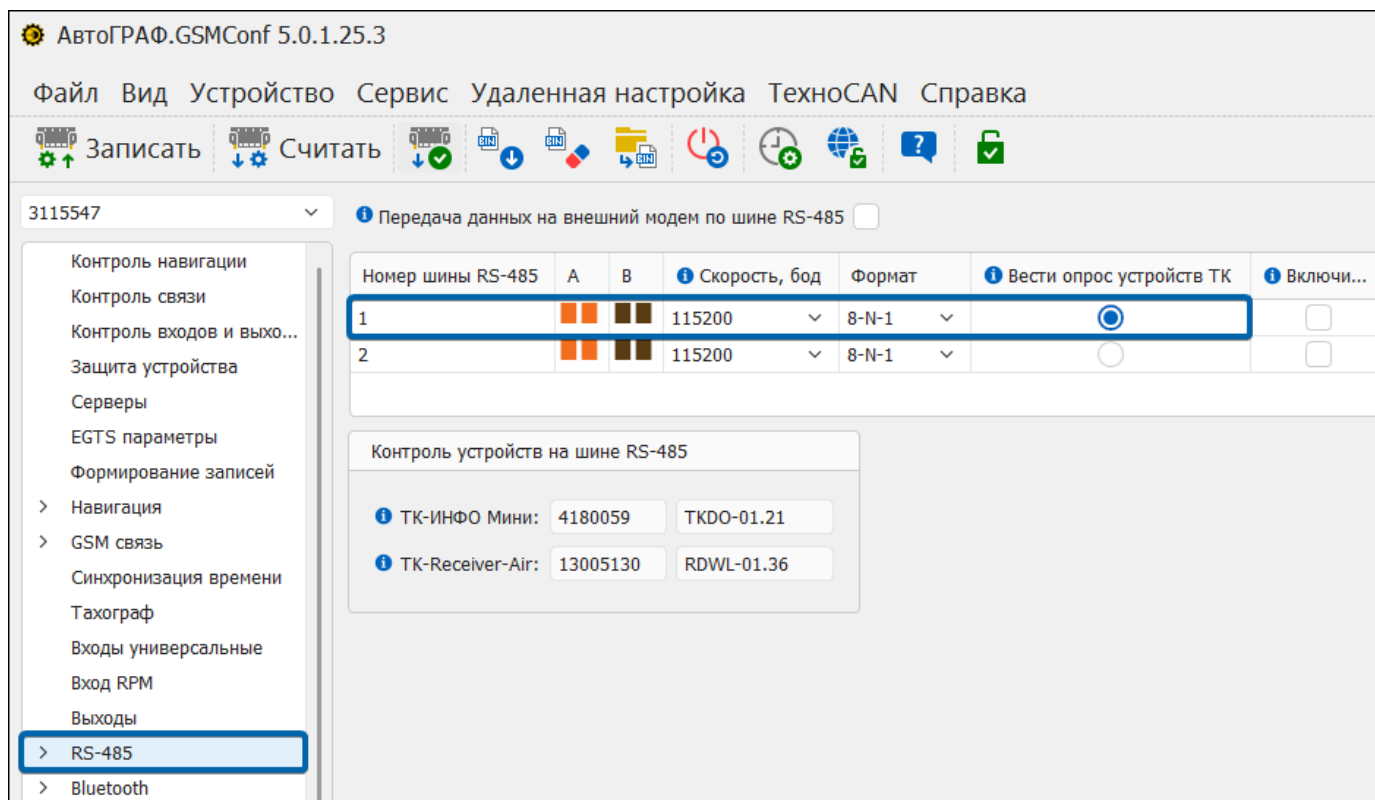

Рис.1. Настройки контроллера АвтоГРАФ для работы с устройствами СКВДУ
3. Установите для шины 1 настройки, как показано на **Рис.1**, и запишите их в контроллер.